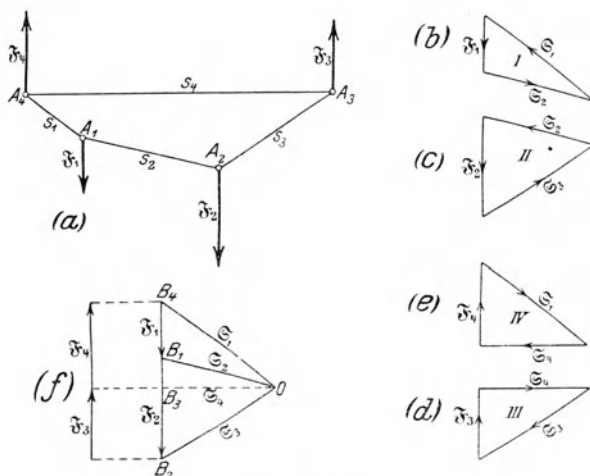

Fig. 46.
b) Hefte hinter den Schnüren einen Bogen Papier auf das Wandbrett und lege darauf mit dem Spiegel die Richtungen der Schnüre und des Stabes fest. Klopfe gegen die Wagen, lies daran die Zeigerstellungen ab und verbessere die Ablesungen. Zeichne wie in Fig. 46 a das Lagebild im Längenmaßstab 1 cm  $\sim$  1 mm und im Kräftemaßstab 1 kg\*  $\sim$  2 cm.
ecken die Zugkräfte in den Schnüren finden. Zeichne das Kräfteck für den Knoten  $A_1$  (Fig. 46 b) und für den Knoten  $A_2$  (Fig. 46 c). In Fig. 46 b stellen  $\mathfrak{S}_1$  und  $\mathfrak{S}_2$  die Zugkräfte in den Schnüren  $s_1$  und  $s_2$  und in Fig. 46 c die Pfeile  $\mathfrak{S}_2$  und  $\mathfrak{S}_3$  die Zugkräfte in den Schnüren  $s_2$  und  $s_3$  dar.
d) Miß die Längen dieser Kraftpfeile, berechne mit dem benutzten Kräftemaßstab die Zugkräfte und vergleiche sie mit den verbesserten Ablesungen der Federwagen. Ergibt sich für die Zugkraft  $S_2$ , die in beiden Knoten angreift, der gleiche Kraftpfeil? Vereine die Kräftecke für die Knoten  $A_1$  und  $A_2$  zu einer einzigen Zeichnung (Fig 46 f). Eine solche Darstellung erspart das doppelte Zeichnen des Kraftpfeils  $\mathfrak{S}_2$  und ist deshalb den beiden getrennten
Das Lagebild (Fig. 46 a) nennt man ein *Seileck* und die Strecke  $s_4$  seine *Schlußseite*. Die Fig. 46 f ist der *Kräfteplan*,  $O$  sein *Pol*, und die Strecken  $\mathfrak{S}_1$ ,  $\mathfrak{S}_2$  und  $\mathfrak{S}_3$  sind *Polstrahlen*. Die Strecken  $B_4B_1$  und  $B_1B_2$  bilden das Kräfteck.
e) Auf jeden der Knoten  $A_3$  und  $A_4$  wirken die nach oben gerichtete Zugkraft der tragenden Federwage, die Zugkraft des Endseils und die Druckkraft längs dem Stabe. Die Richtungen aller Kräfte und die Größe der Zugkraft im Endseil sind bekannt. Zeichne für jeden der beiden Knoten das Kräfteck, entnimm dabei die Zugkräfte in den Schnüren  $s_3$  und  $s_1$  den Zeichnungen Fig. 46 b und c. In Fig. 46 d stellt  $\mathfrak{S}_3$  die Zugkraft in der Schnur  $s_3$  dar;  $\mathfrak{S}_4$  und  $\mathfrak{F}_3$  laufen parallel zu  $s_4$  und  $F_3$ . Ähnlich ist Fig. 46 e beschaffen. Hat  $\mathfrak{S}_4$  in beiden Dreiecken dieselbe Größe?  $\mathfrak{F}_3$  und  $\mathfrak{F}_4$  stellen die nach oben gerichteten